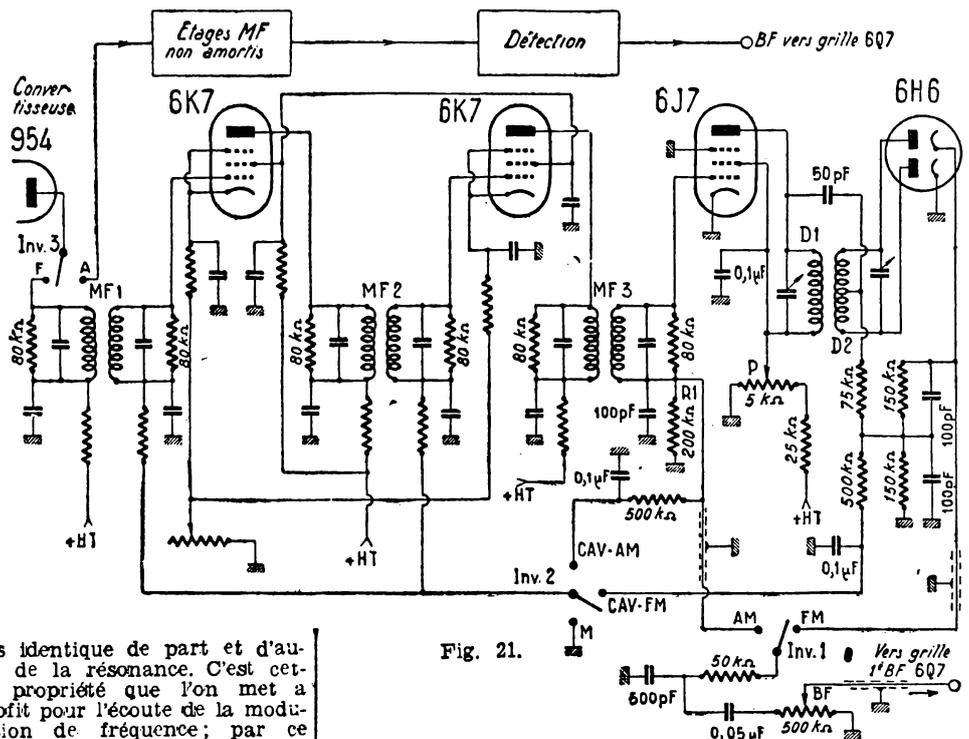

Fig. 21.
Puis, nous modifions la partie détection comme le montre la figure 21. Un inverseur Inv 1 est prévu, et grâce à lui, notre système fonctionnera, soit sur des émissions modulées en fréquence (FM), soit sur des émissions modulées en amplitude (AM).